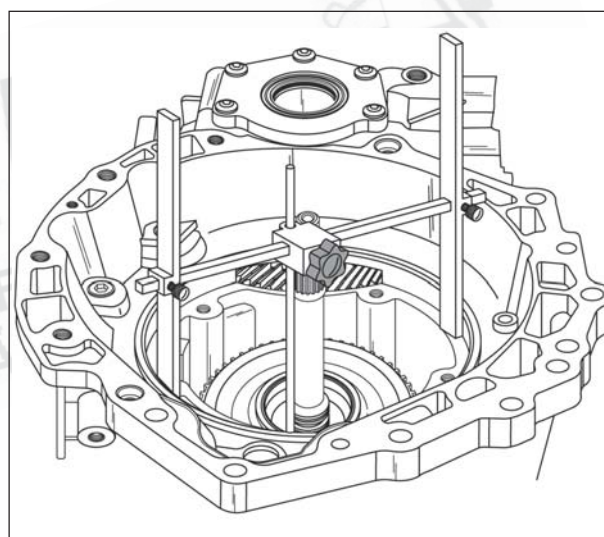

Figura 259
56. Instale a ferramenta H na superfície de assentamento da bomba na carcaça, conforme mostra a figura 259, e abaixe a haste de ajuste em cima da carcaça, na superfície do rolamento de apoio número 1, e aperte o parafuso trava da haste da ferramenta.